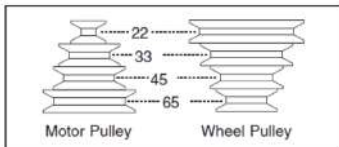

Рисунок 16. Иллюстрация размещения клинового ремня для выбора скорости.
3. Ослабьте клиновой ремень и установите его на шкив для достижения желаемой скорости вращения лезвия, м/мин (см. рисунок 16).